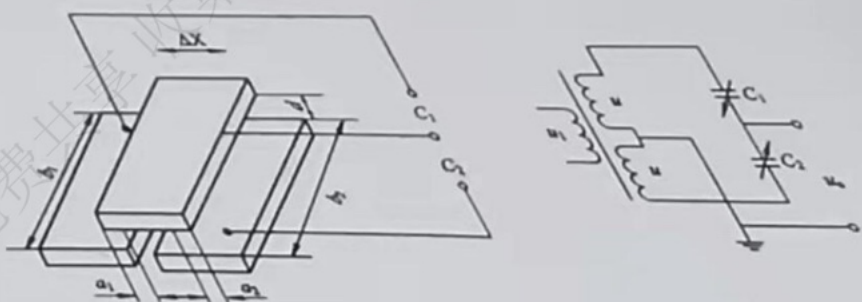

图5 电容差动传感器
3、(6分) 有一平面直线位移电容差动传感器，其测量电路采用变压器交流电桥，结构组成如图5所示。电容传感器起始时 $a_1 = a_2 = 2\text{cm}$ ，极距 $d = 2\text{mm}$ ，极间介质为空气，测量电路， $u_1 = 3\sin\omega t\text{V}$ ，且 $u = u_1$ 。